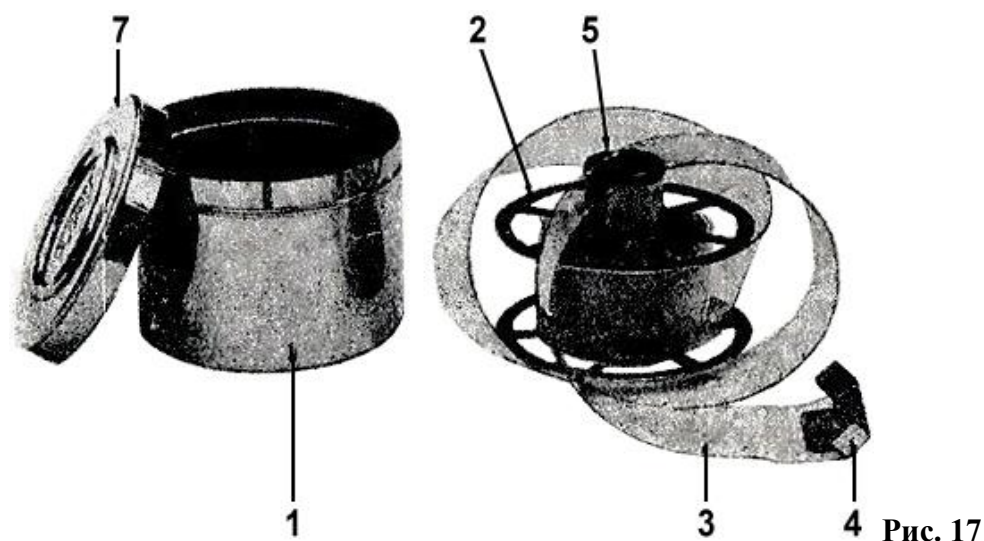

Рис. 17
Проявительный барабан (рис. 17) состоит из круглого бака (1), вкладывающейся в него катушки (2), с укрепленной на ее оси одним концом помощью зажима, специальной, тисненой по краям ленты (3), имеющей на другом конце планку (4), для укрепления этого конца в смотанном виде на фланцах катушки, во избежание размотки ленты. Ось катушки снабжена сверху головкой с накаткой (5), для вращения катушки при намотке пленки. Катушка с намотанной пленкой вкладывается в бак и закрывается крышкой (7). Назначение тисненой по краям ленты — устранить соприкосновение проявляемой пленки обоими поверхностями при ее опускании в бак.